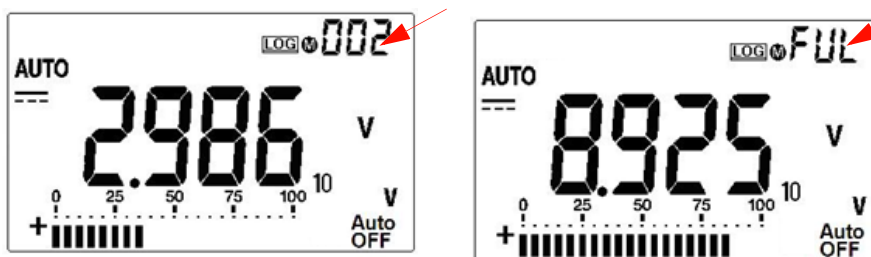

図2-1 手動ログ表示
- 2 (Hz) (Log) をもう一度押すと、次の値をメモリに記憶できます。図2-1を参照してください。